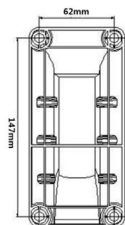

Fig.2
3. Fixez le support de montage comme modèle, marquez la position de chacun et percez quatre trous dans le mur (Fig. 2)